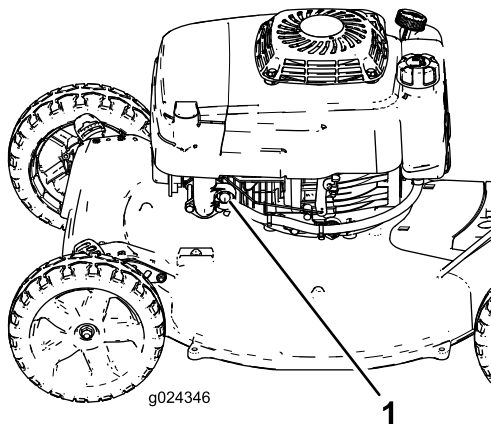

Bild 14
2. Drücken Sie die Kaltstarthilfe (Bild 14) kräftig für eine Sekunde.